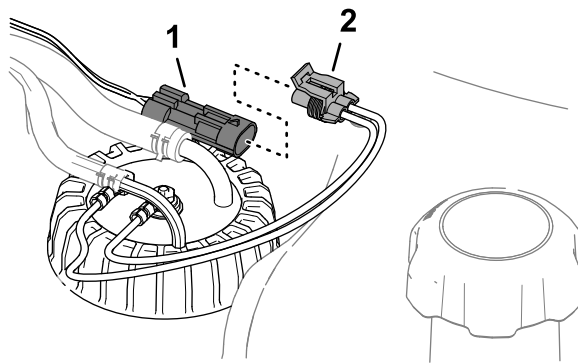

Figura 124
3. Îndepărtai conectorul cu 2 mufe al fasciculului de cabluri al transmiătorului pentru combustibil din conectorul cu 2 pini al fasciculului de cabluri al mainii (**Figura 124**).